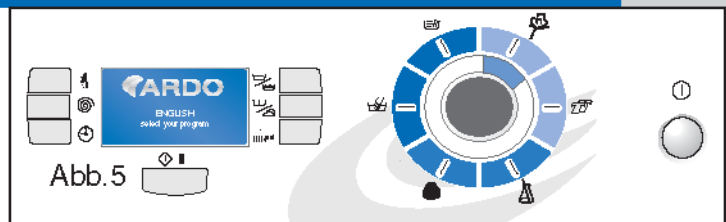
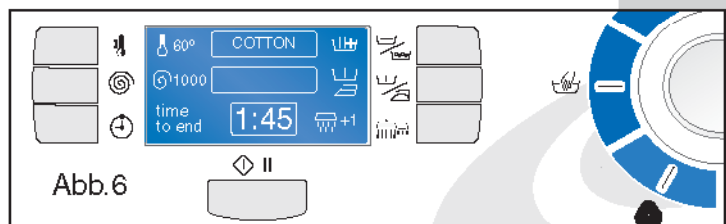

Abb. 5
Abb. 6
Für die Programmwahl drückt man die Wahl taste (P) (Abb. 5); bei jedem Tastendruck leuchtet die der selektierten Gewebeart zugeordnete Led auf und am Display erscheinen die von der Waschmaschine für die entsprechende Gewebeart gewählten optimalen Werte (Abb. 6).